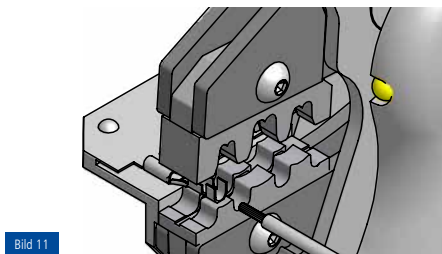

Bild 11
8.3.2 Crimpeinsätze für unisolierte offene Steckverbinder, D-Sub-Stecker (Bild 11)